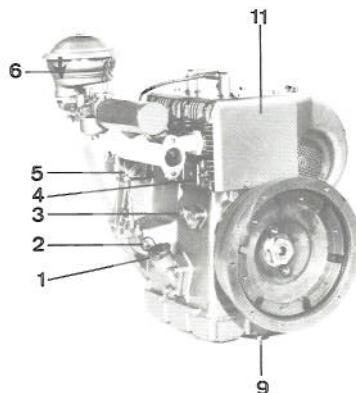

Fig. 2
Contrôlez le niveau de l'huile au moyen de la jauge (2, fig. 2), lorsque le moteur est horizontal. Le niveau de l'huile doit toujours se situer entre la marque supérieure et la marque inférieure de la jauge. Complétez si nécessaire.
Mit Hilfe des Oelmesstabs (2, Fig. 2) den Oelstand messen, während der Motor horizontal steht. Der Oelstand soll nie tiefer als der untere und nie höher als der obere Strich sein.
- 2) Tupfer des Vergasers betätigen (8, Fig. 2)
- 3) Choke (7, Fig. 2) schliessen